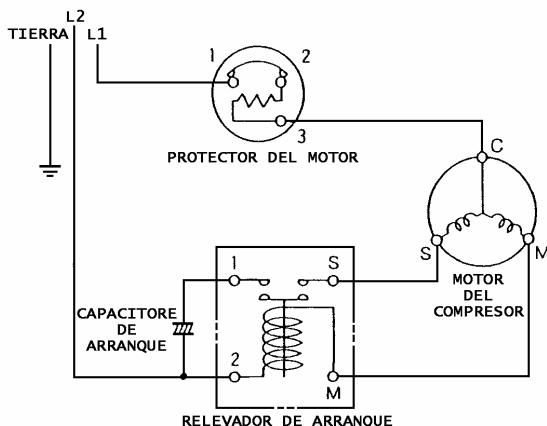

Figura 18. Esquema del Compresor
- Electrónica defectuosa (protector del motor). Espere 10 minutos. Revise a través las terminales de electrónica 1 y 3 para que haya continuidad con el ohmmetro. Refiérase a la Figura 18 en la página 18.
- Relevador de arranque defectuoso. Use un ohmmetro para revisar la continuidad en las terminales de la bobina 2 y M. Refiérase a la Figura 18 en la página 18.
- El Compresor tiene bobinas abiertas. Revise las bobinas del compresor con un ohmmetro. Refiérase a la Figura 18. de esquemático en la página 18.
2. Para revisar el relevador (Ver Figura 18), desatornille las terminales principales y retire el relevador del compresor. Mantenga el relevador en posición vertical. Revise entre los terminales 1 y S. Reemplace el relevador si existe continuidad.
4. Revise las bobinas del compresor usando la sección del ohmmetro. Refiérase a la Tabla 2 y Figura 18.